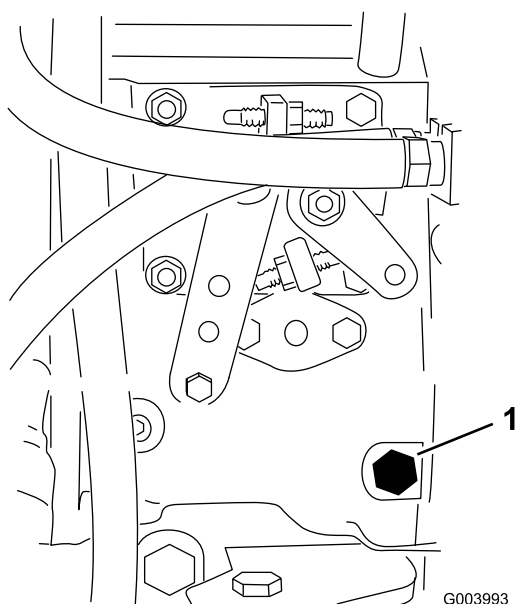

図 48
3. 燃料噴射ポンプ（図 48）についているエア抜きネジを、12 mmのレンチを使って開く。